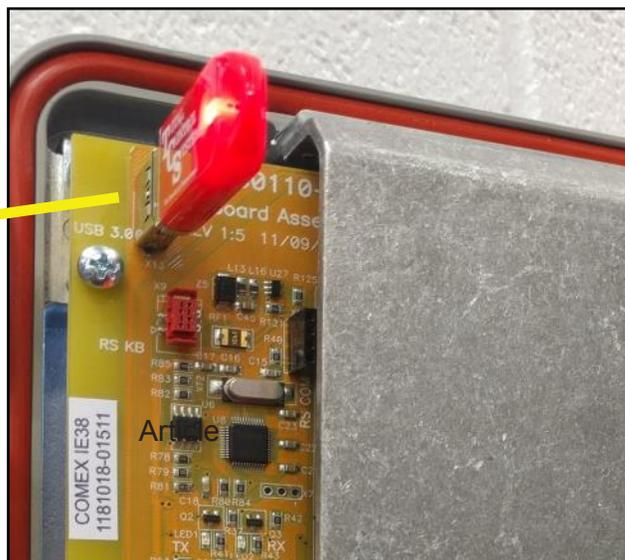

FIGURE 2
2. Ouvrez le registre TCS 3000. Sur la couverture du registre, se trouve une connexion USB. À l'aide d'une clé USB fournie en usine, connectez la clé USB au port USB situé à l'intérieur du registre. Voir la figure 2.